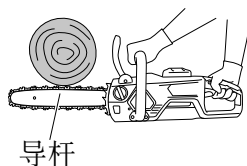

图 24
- (5) 当从底部切入木头时，使导杆上部稍微接触木材。（图 24）
- (6) 同时要仔细学习操作说明，确保在使用前知晓电链锯操作的实用说明，或者至少要通过在锯架上锯割各种长度的原本来实际练习如何使用电链锯。
- (7) 在锯割原木或不支持的木材时，在锯割过程中请使用锯架或其他妥善方式将其固定并妥善支撑。